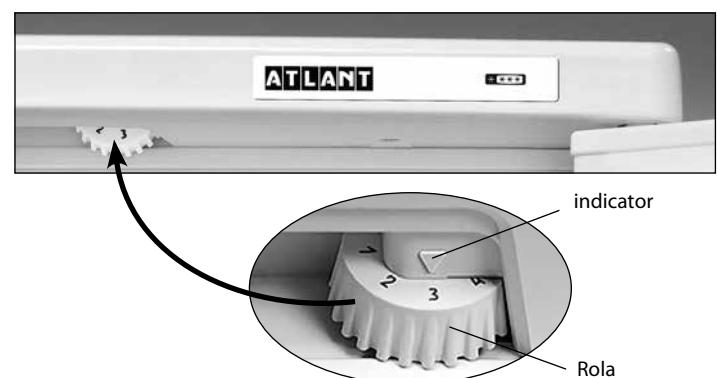

Figura 3 – Controlul temperaturii
**1.5** Organ de regulare a temperaturii în conformitate cu figura 3 este rolul de regulare a temperaturii (în continuare – rol). Rolul se roteste în sensul acelor de ceasornic și invers acelor de ceasornic și are diviziuni cu cifre notate și se instalează la diviziunea selectată. Diviziunea cu marcajul „1” corespunde temperaturii cea mai ridicată (racirea cea mai mică) în camera, la diviziunea „7” – cea mai joasă (cea mai mare racire). Diviziunea rolului trebuie instalată sub indicator la regularea temperaturii.
Deschideți ușa SF și setați rolul la diviziunea „2.” Închideți ușa SF. Pe viitor, pentru a selecta temperatura optimă pentru depozitarea alimentelor în secțiune trebuie regulaq temperatura cu ajutorul rolului, așa cum se arată în figura 3. În cazul în care, după regulare sau în urma schimbării condițiilor de exploatare, compresorul a inceput să lucreze continuu, este necesar de a rota lent rolul în direcția de micsorare pana la un clic a regulatorului de temperatură. După regulare, temperatura în frigider se menține în mod automat.